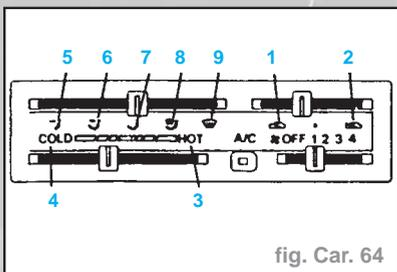

fig. Car. 64
- (8) Air extérieur
- (9) Recirculation d'air à l'intérieur du véhicule
- Sélecteur de type d'air en position (1) - air de recirculation. En position (2), l'air extérieur est dirigé dans le véhicule (fig. Car. 64).